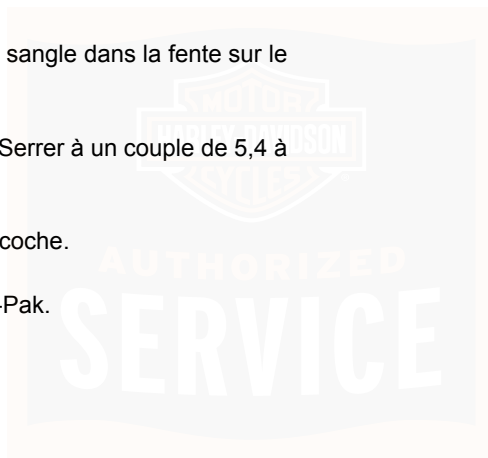

Figure 105. Vis de la sangle de selle
3. Voir Figure 105. Retirer la vis pour détacher la sangle de siège du support.
2. Voir Figure 105. Attacher le support de selle au garde-boue arrière avec la vis. Serrer la vis à un couple de 5,4 à 8,1 N m (48 à 72 po lb).
5. Voir Figure 105. Introduire la sangle dans la fente sur le support de sangle du siège.